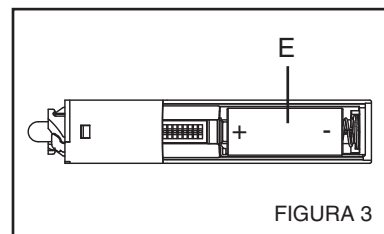

FIGURA 3
2. Instale la pila (E) en el botón inalámbrico. (Figura 3)
- Verifique la instalación adecuada de las pilas en el mecanismo del timbre y en el botón. (Figura 3)